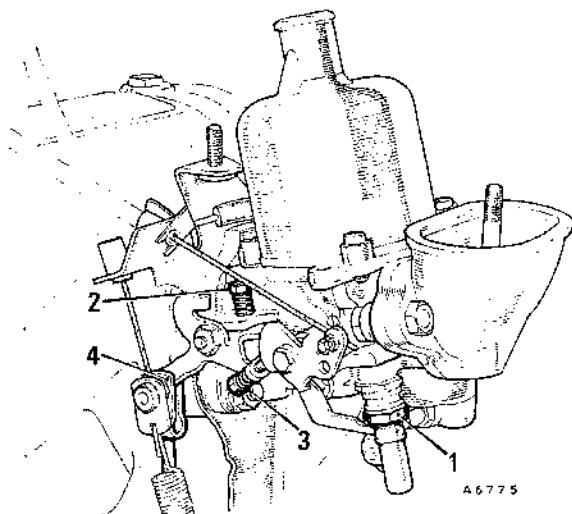

Fig. Da.1
- (6) Acoplar un tacómetro.
- (7) Seleccionar la posición "N" en el cuadrante de la palanca del cambio de velocidades y aplicar el freno de mano.
- (8) Hacer funcionar el motor hasta que alcance la temperatura normal de funcionamiento, y ajustar el surtidor según se indica en la Sección D.6.
- (9) Una vez que el carburador esté correctamente puesto a punto, ajustar el tornillo de reglaje del acelerador (2) (Fig. Da.1) hasta conseguir un ralentí máximo de 650 r.p.m.
- (10) Tirar del mando del estrangulador a la posición de ralentí rápido máximo. Comprobar y si es necesario ajustar el tornillo de regla-je de ralentí rápido (3) (Fig. Da. 1) hasta conseguir un régimen má-ximo en vacío de 1.050 r.p.m. Apre-tar a fondo el mando del estra-n-gulador y comprobar de nuevo la velocidad de ralentí.
- (11) Ajustar la varilla de mando del regulador según se indica en la Sección Fa.2